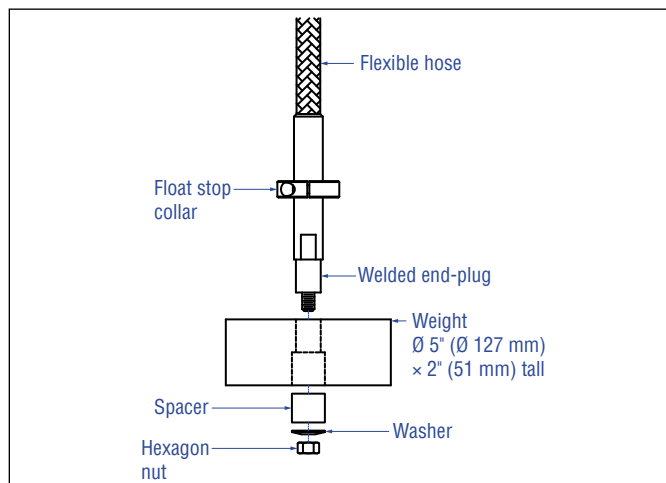
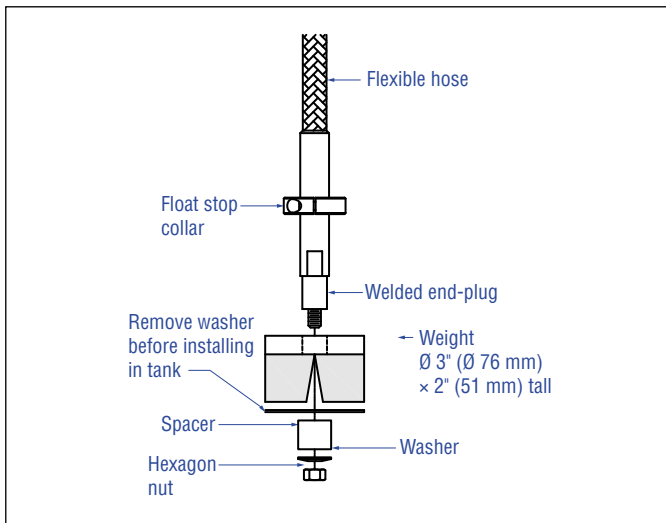
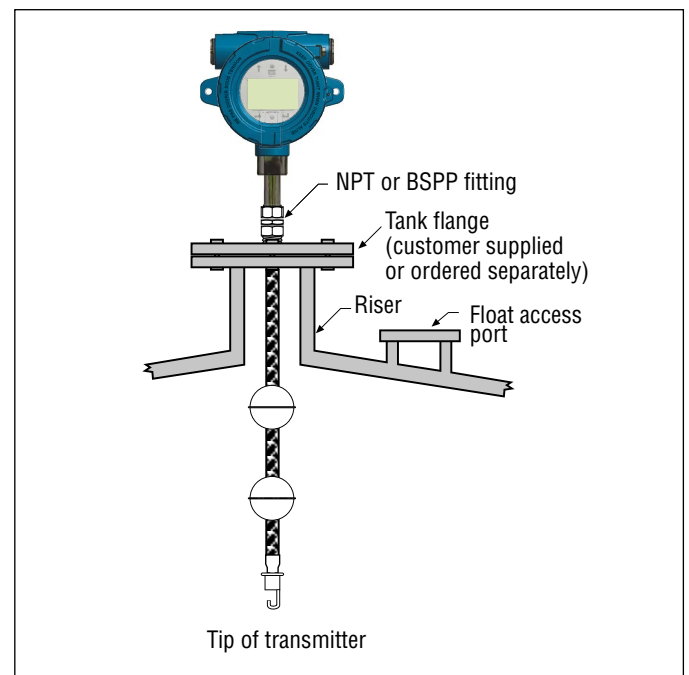

Fig. 8: Peso de fixação no fundo
Fig. 9: Ímã de fixação do fundo
Fig. 11: Montagem em flange roscado para haste flexível
5. Monte o gancho, o peso e o ímã na seção da tampa terminal soldada do tubo (esta é a última seção rígida inferior do tubo) usando a porca, o espaçador e a arruela fornecidas, aperte firmemente como mostrado na Fig. 8, Fig. 11 e na Fig. 9. Para o ímã, remova a arruela antes de instalar o tanque.
Na maioria das aplicações, o transmissor Tank Slayer® pode ser montado diretamente no tanque ou no flange através de uma conexão NPT ou BSPP roscada desde que haja a conexão adequada. Se o flutuador não se encaixar na abertura do flange quando este for removido, deve haver meios alternativos de montagem do flutuador no transmissor na parte interna do recipiente; isso pode precisar de uma porta de acesso próxima ao ponto de entrada do transmissor como mostrado na Fig. 11.